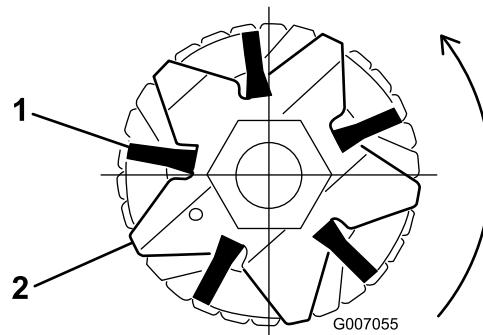
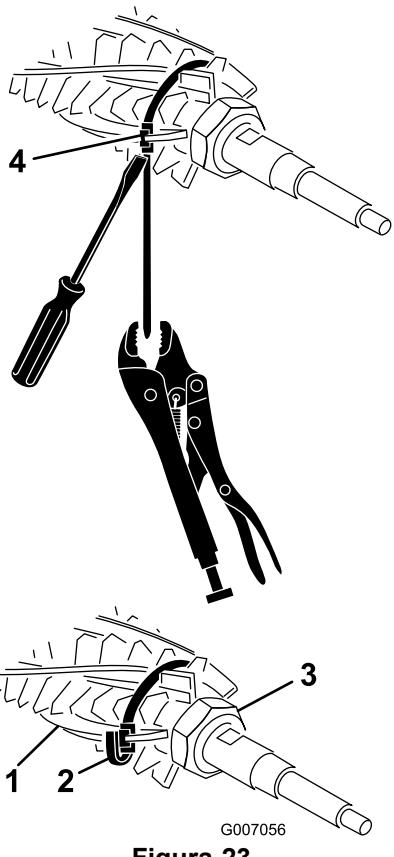

Figura 22
Figura 23
2. Asegúrese de que los cepillos se asientan en las ranuras de las cuchillas del acondicionador (Figura 22 y Figura 23).
3. Pase las cintas alrededor del eje del molinete y los cepillos, según se muestra en Figura 23, colocándolas en las hendiduras de los cepillos Figura 22.
**Nota:** Si los cepillos del acondicionador no se asientan adecuadamente en las ranuras de las cuchillas, afloje las tuercas de retención en cada extremo del eje del acondicionador, posicione los cepillos del acondicionador adecuadamente en las ranuras de las cuchillas y apriete las tuercas de retención de las cuchillas del acondicionador (Figura 23).
4. Empujando un destornillador contra la hebilla de la cinta, aprese la cinta con alicates de mordaza y tense las cintas hasta que se bloquen en las ranuras de los cepillos (Figura 23).
5. Recorte la cinta a unos 6,3 mm de la hebilla y doble el exceso de cinta sobre la hebilla (Figura 23)